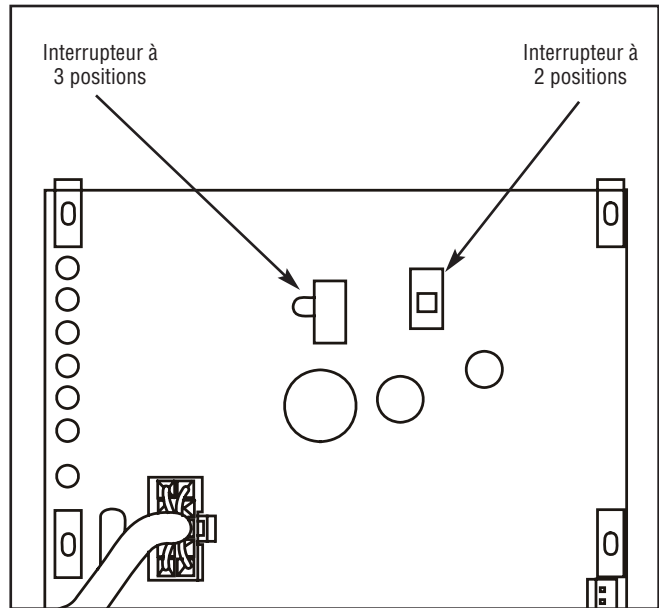

Figure 3 — Module de commande
- Placez l'interrupteur coulissant à 2 positions du module de commande à la position NG ou LP (Figure 3), soit celle qui est appropriée à la génératrice résidentielle auxiliaire.
- Placez l'interrupteur coulissant à 3 positions du module de commande à la position qui correspond aux valeurs nominales de la génératrice résidentielle auxiliaire (figure 3).